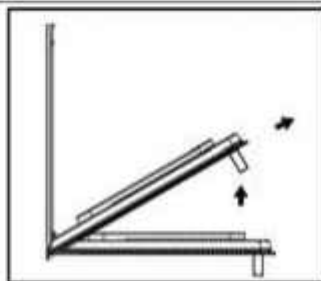

Рис. 11-2
- Теперь, слегка прикрыв дверь, вы можете поднять ее, выгавив крючки «А» (рис. 11-2).